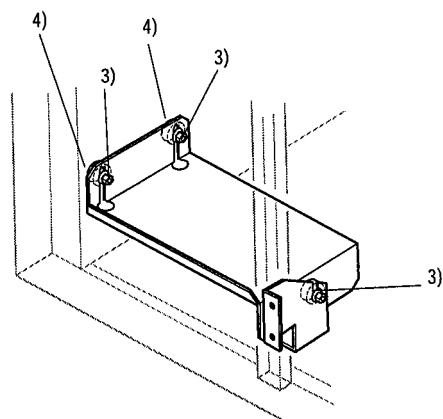

Fig. 6
2. Ta bort drivremmen från motorskivan och lyft ur motor och motorhylla efter att de skruvar som håller motorhyllan har skruvats ur, se fig. 6. Demontera därefter vibrationsdämparen (4).